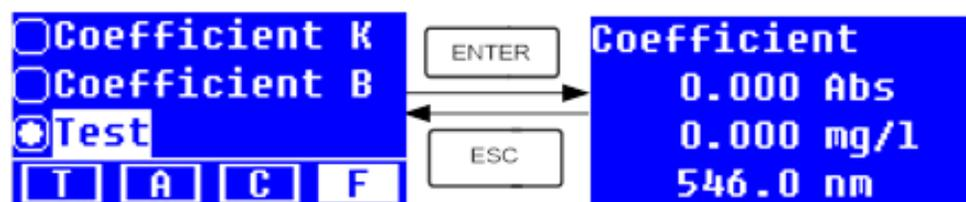

Figura 23
- Para evaluar las muestras, use las teclas ▲ o ▼ para mover el cursor a “Test” y presione ENTER, el sistema le conducirá a la siguiente interfaz de prueba de datos (Figura 23).